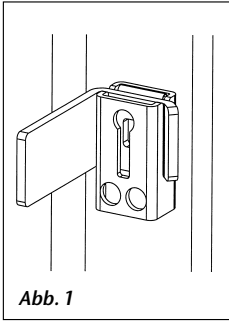

Abb. 1
- 2 Winkelriegel einlegen und SW 20 an Fensterlaibung anlegen, bis gegen den Fensterflügel drücken (Abb. 1), Winkelriegel entnehmen.